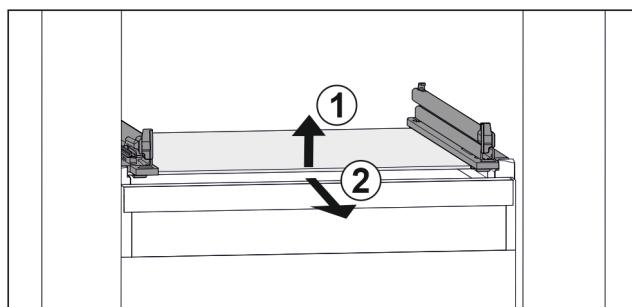

Fig. 72 玻璃隔板例图
- ▶ 挑起玻璃隔板前部。Fig. 72 (1)
- ▶ 向前取出玻璃隔板。Fig. 72 (2)